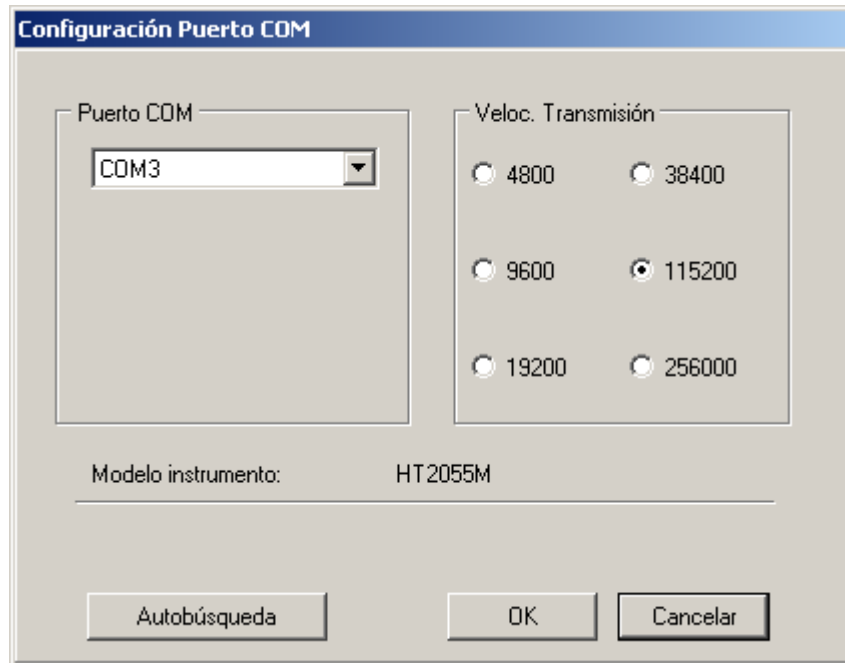

Fig. 37: Conexión instrumento a PC
8. Seleccione el comando “**Config → Puerto COM...**” y clique sobre el botón “Autobúsqueda” a fin de verificar el reconocimiento del instrumento por parte del PC (vea Fig. 37)